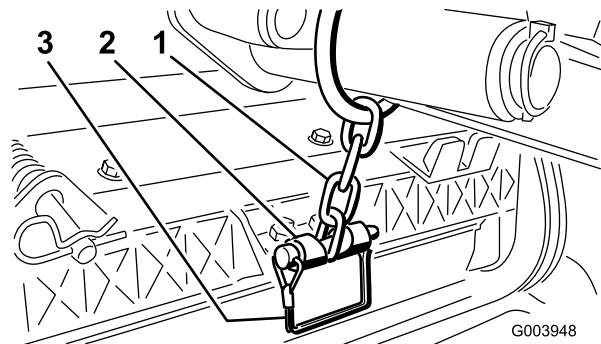

Bild 9
- Befestigen Sie die Hubarmkette mit dem Einraststift an der Kettenhalterung (Bild 9). Verwenden Sie die Anzahl der Kettenglieder, die in der Bedienungsanleitung des Mähwerks beschrieben ist.